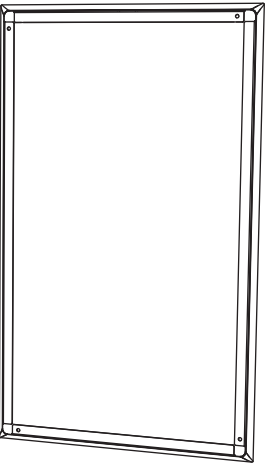

Fig. 3. Masque de peinture installé
- 2. Appuyez sur le masque de peinture à l'avant du cadre, où il sera maintenu en place par des aimants. Ce masque est laissé en place pendant que le mur et le pourtour du cadre sont peints (Fig.3).